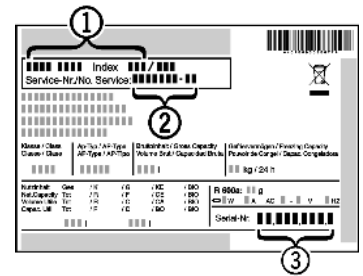

Fig. 9
- ▶ Denominación del aparato *Fig. 9 (1)*, nº del servicio técnico *Fig. 9 (2)* y nº de serie *Fig. 9 (3)* en la placa de identificación. La placa de identificación se encuentra en la parte interior izquierda del aparato.
- ▶ Informe al servicio postventa e indique el fallo, la denominación del aparato *Fig. 9 (1)*, el nº del servicio técnico *Fig. 9 (2)* y el nº de serie *Fig. 9 (3)*.